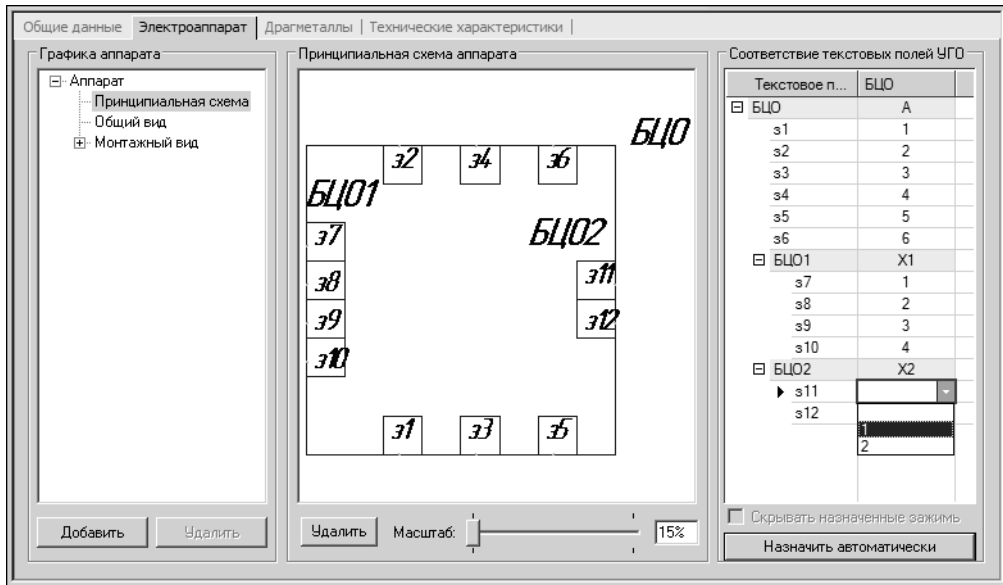

Рис. 6.13. Назначение текстовым полям номеров зажимов
- 12.2. Из раскрывшегося списка выберите реальный номер зажима или БЦО составной части (см. рис. 6.13).